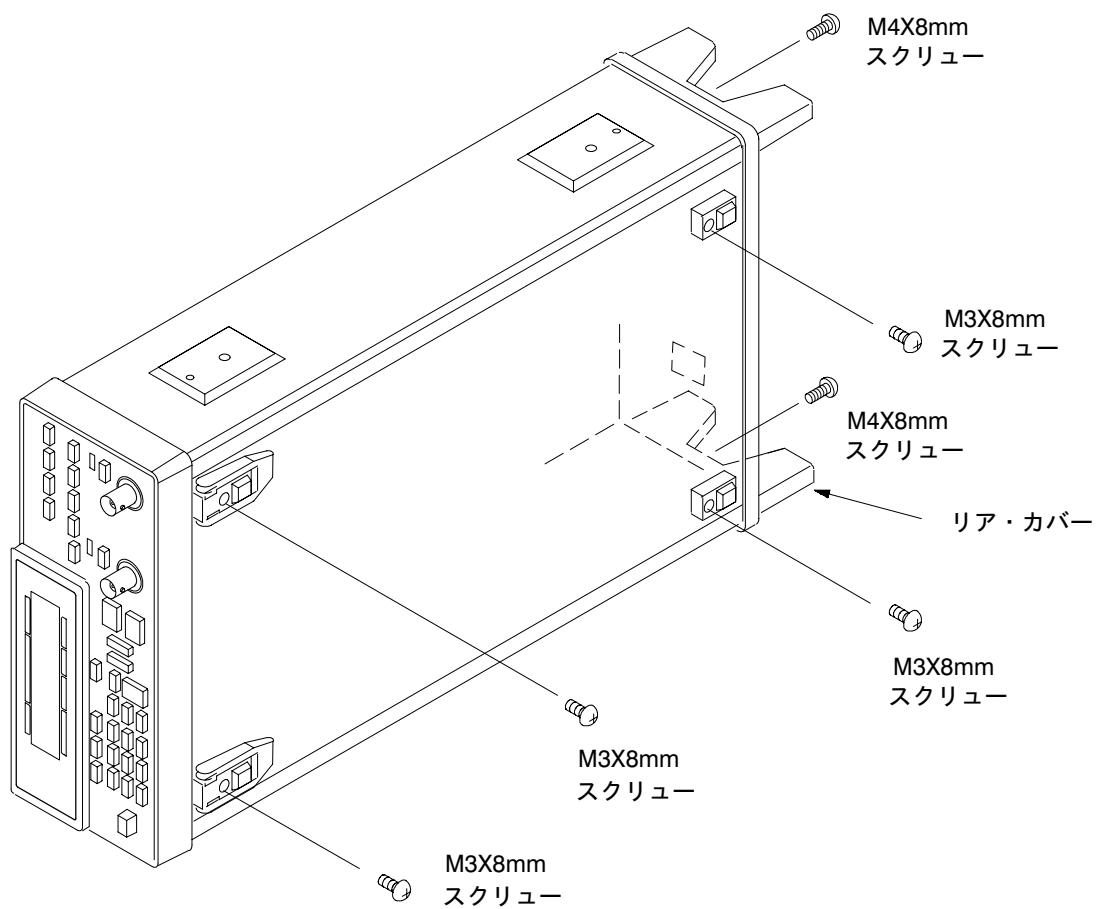

図4: 足およびリア・カバーの取外し
1. 足を固定しているスクリュー（M3×8mm）を取外し、足を4つ取外します。図4を参照してください。
1. リア・カバーを固定している2つのスクリュー（M4×8mm）を、取り外します。図4を参照してください。